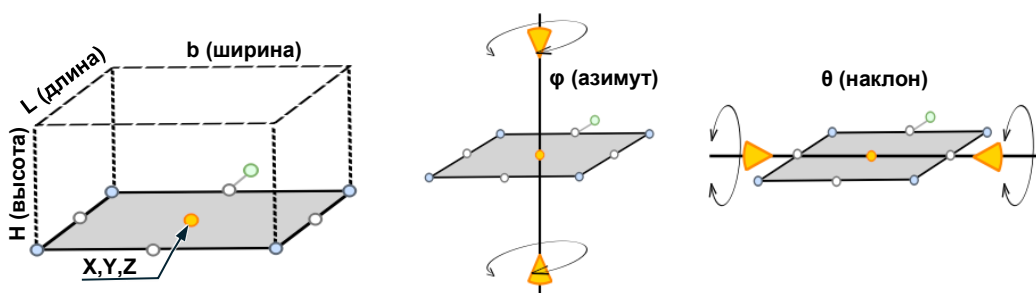

Рисунок 3.2 – Конверт графической фигуры
- «Высота, м»: высота параллелограмма (см. рисунок 3.2), в который вписана фигура (далее – Конверт). Кратко может обозначаться как «Н, м»;